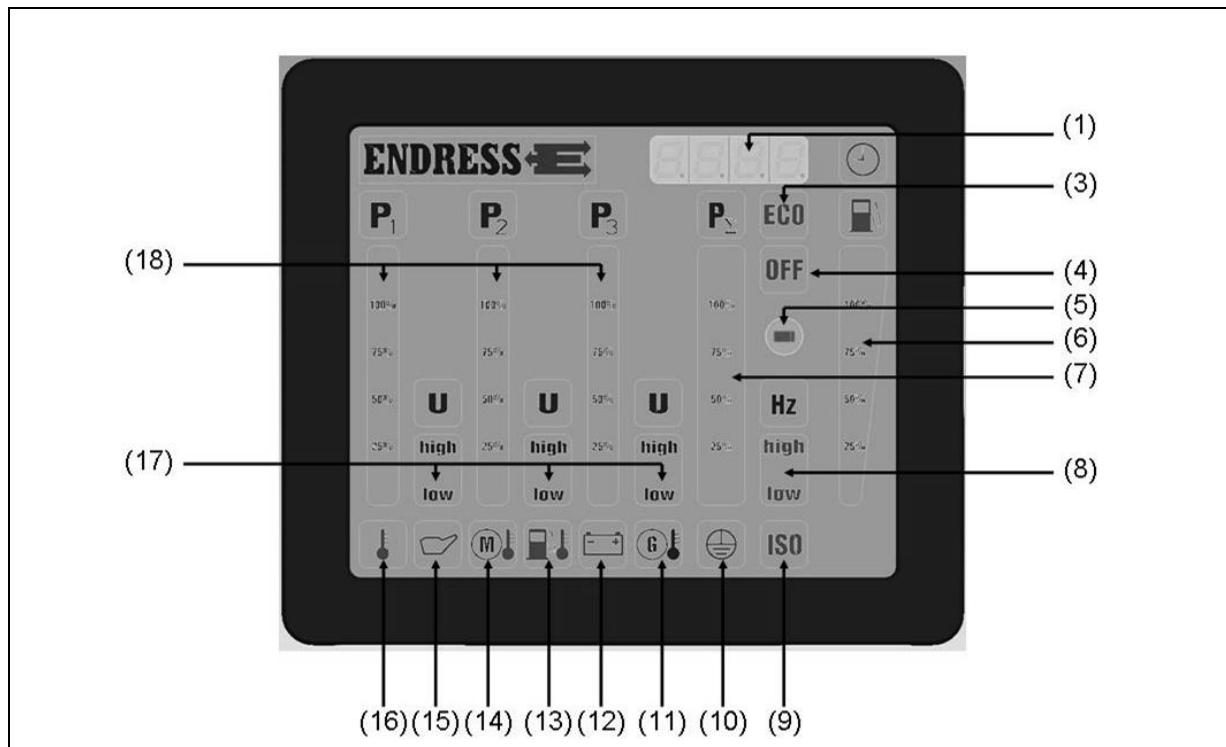

Abb. 4-5: Multifunktionsdisplay
- NOT-AUS-Taster:** Leuchtet das Symbol „OFF“ (*siehe Abb. 4-5-(4)*) rot und der Buzzer ertönt, wurde der NOT-AUS-Taster gedrückt. Der Buzzer kann mithilfe der Quittierungstaste quittiert werden.
- Frequenz:** Leuchtet die Anzeige (*siehe Abb. 4-5-(8)*) grün, befindet sich die Frequenz im korrekten Bereich (47,5-52,5 Hz).
Phasen L1-L2-L3: Für einzelnen Phasen L1 bis L3 (*siehe Abb. 4-5-(18)*) wird jeweils einzeln angezeigt:
Spannung (U) (*siehe Abb. 4-5-(17)*):
Belastung (P) (*siehe Abb. 4-5-(18)*):
- ✓ Das Symbol am Display (*siehe Abb. 4-5-(8)*) zeigt das Ergebnis an: